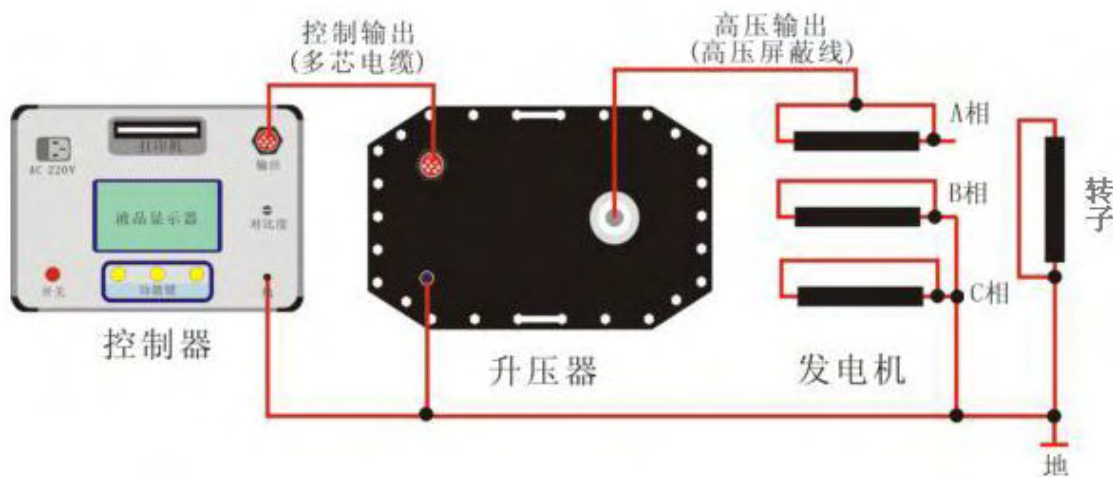

图 14 测试某相定子的接线图
2. 接线方法：试验时应分相进行，给被试相加压，非被试相短接接地。试验接线如图 14 所示。